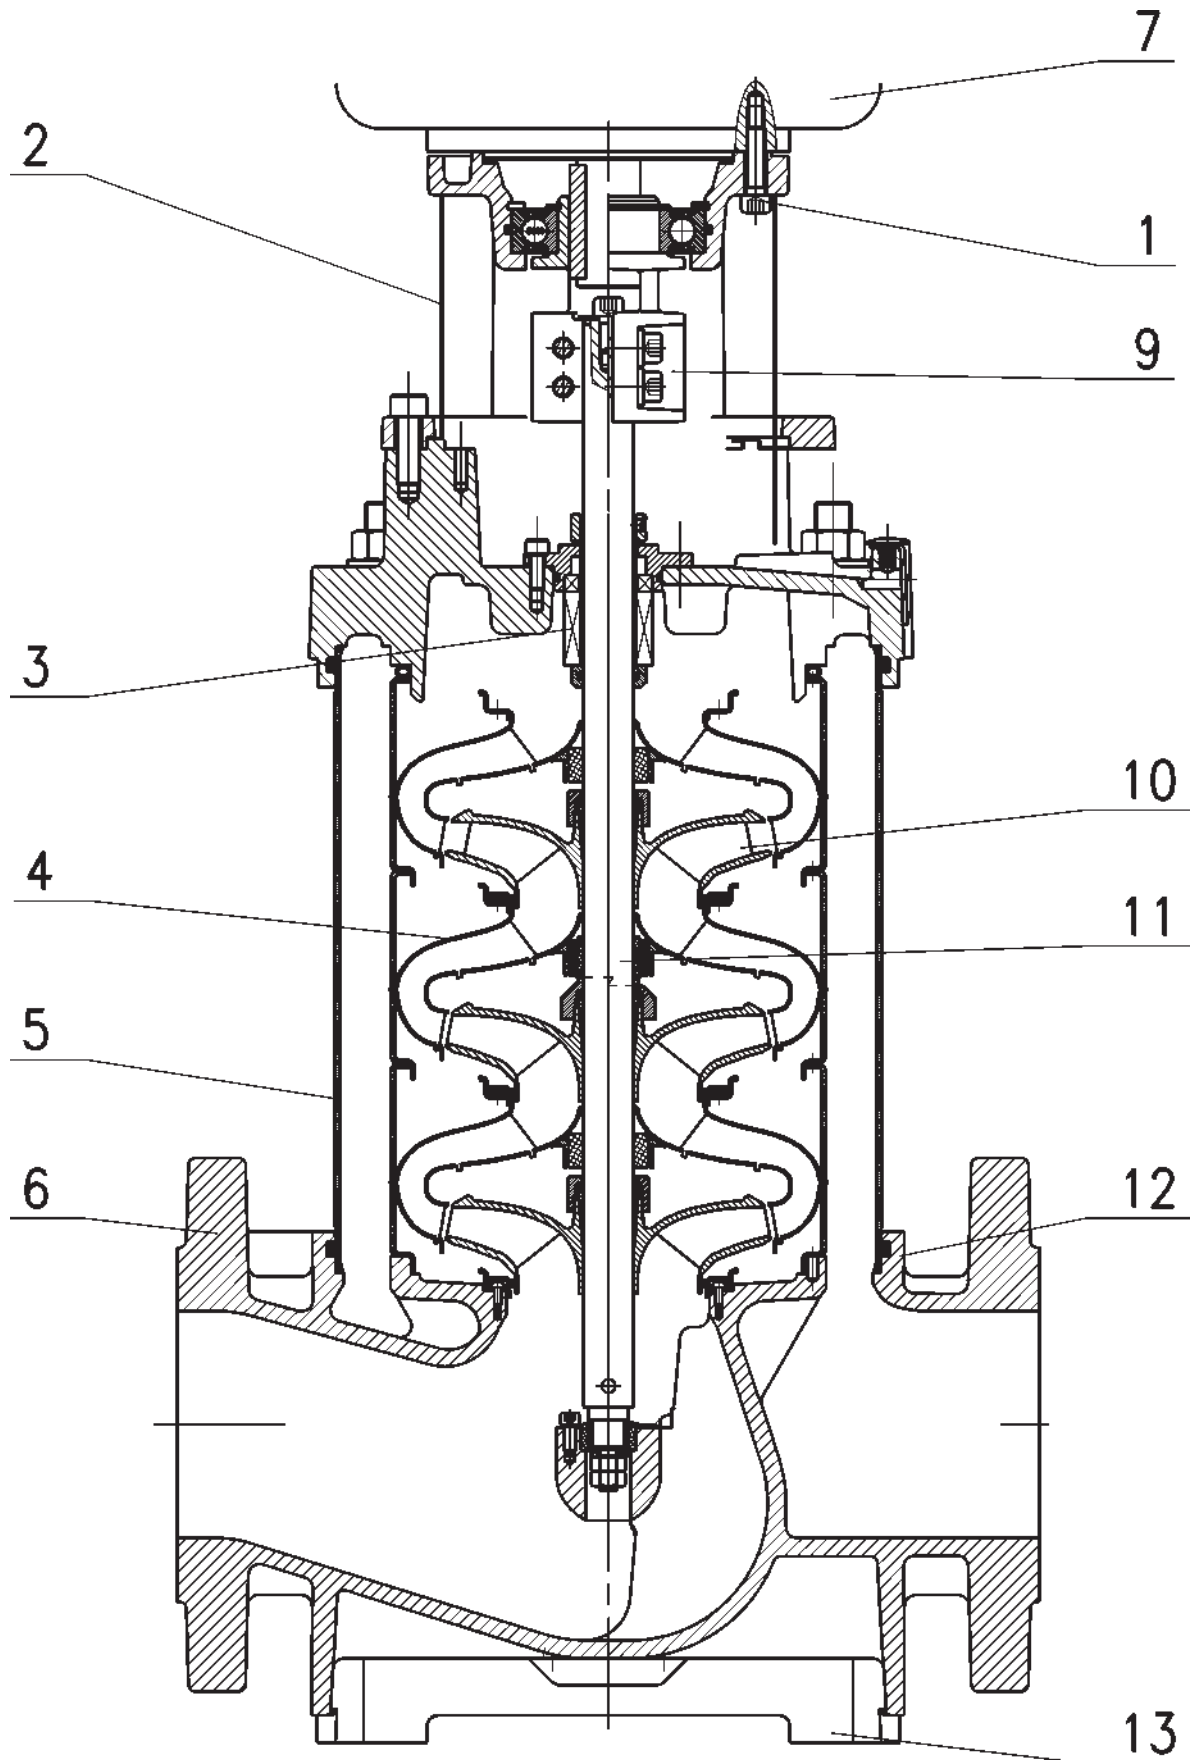
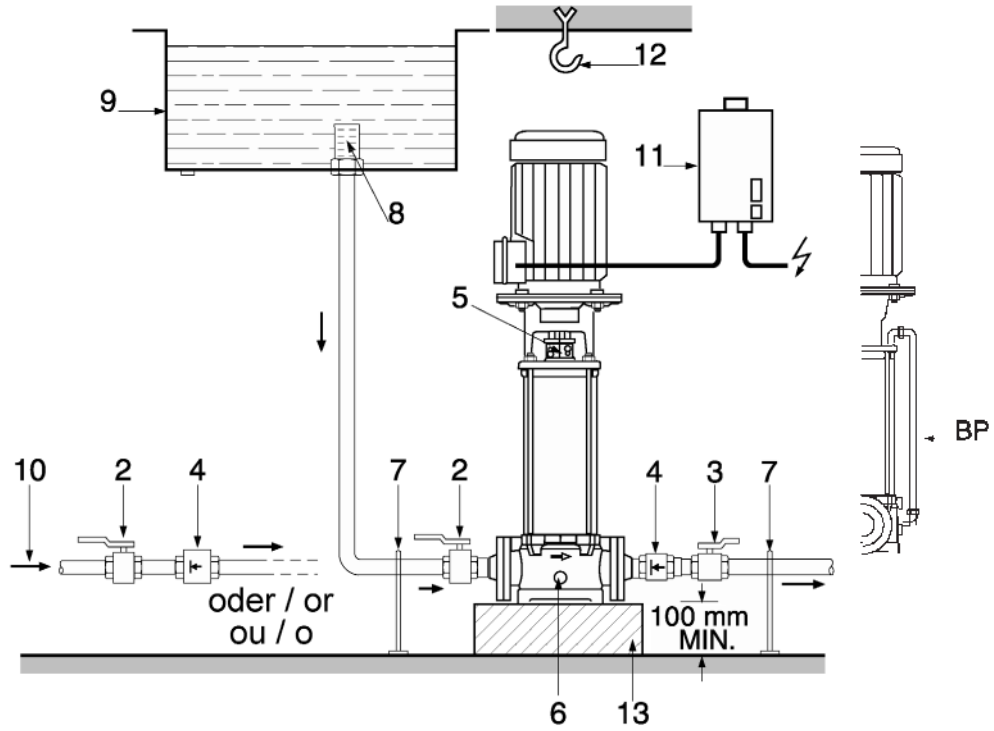

Fig. 2
Fig. 3
Габаритные и присоединительные размеры (табл.1, см. также рис. 3)
- устанавливайте насос таким образом, чтобы было достаточно места для обслуживания, ремонта и демонтажа насоса. Насос необходимо устанавливать перпендикулярно на бетонном фундаменте (рис. 2, 3). Между фундаментом и полом необходимо проложить гаситель вибраций (резину) (рис. 2 поз. 13). Размеры для установки и соединения указаны в таблице 1 п. 1.2. 1., и на рис. 3